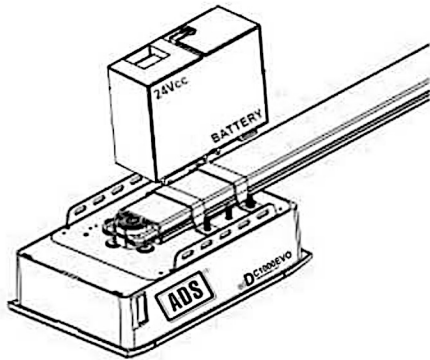

Fig. 14
1.Ensamble la Batería de Respaldo y el Soporte de la Batería como en la imagen, fije con los Tornillos suministrados. (Fig.14)